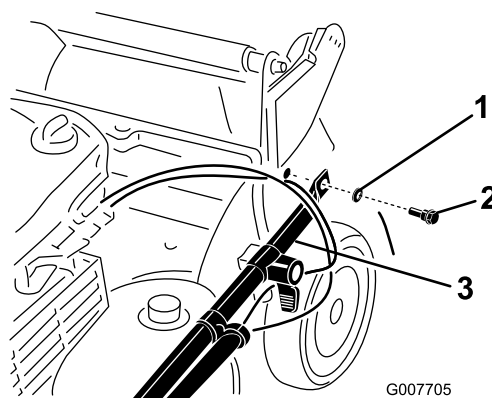

Рисунок 3
2. Присоедините торцевые части рукоятки к газонокосилке, установив две шайбы и два болта рукоятки (Рисунок 3), **но не затягивайте эти болты.**
**Внимание:** Проведите кабели к *наружной* части рукоятки (Рисунок 3).